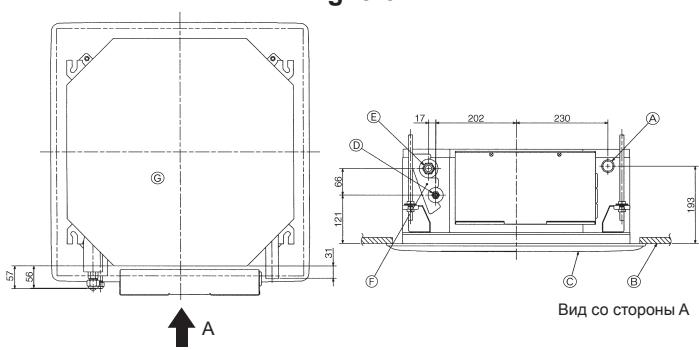

Fig. 5-7
- ① Ровный край по всему диаметру
- ② Блестящая внутренняя поверхность без царапин
- ③ Однаковая длина по всему диаметру
- ④ Слишком
- ⑤ Скошенный край
- ⑥ Царапина на развалицовочной плоскост
- ⑦ Трещина
- ⑧ Неровный край
- ⑨ Примеры неправильного состояния трубы
5.3. Расположение трубопроводов охладителя и дренажа (Fig. 5-7)
- ① Дренажная труба
- ② Потолок
- ③ Решетка
- ④ Труба для охладителя (жидкость)
- ⑤ Труба для охладителя (газ)
- ⑥ Впуск подачи воды
- ⑦ Главный прибор